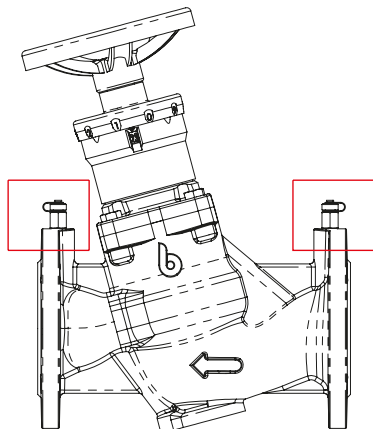

FIG.2A
- Le prese di pressione sono auto-sigillanti. Svitare il cappuccio della presa di pressione e inserire la sonda (fig. 2A). Avvitare la ghiera filettata della sonda al terminale della presa di pressione (fig. 2B).
- Si raccomanda di inserire una valvola di intercettazione (S) a monte della sonda.
- Pressure test plugs are self-sealing. Unscrew pressure test plug cap and insert the probe. (fig. 2A). Screw the probe ring nut to the pressure test plug (fig. 2B).